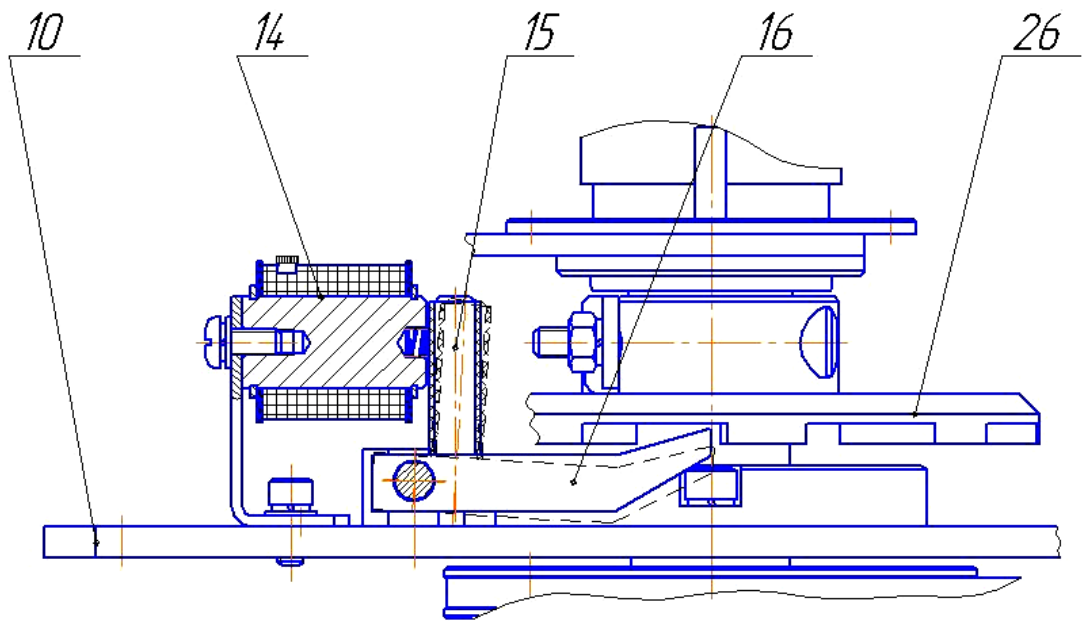

Рис.4
Механизм блокирования (см.рис.4) состоит из двух фланцевых электромагнитов (14), установленных на основании (10). Якоря магнитов (15) жестко соединены с рычагами (16), которые взаимодействуют с зубцами на нижней поверхности барабана (26). При отключенных электромагнитах рычаги опущены и не препятствуют вращению трипода. При включении электромагнита якорь притягивается к фланцу электромагнита, поднимая противоположный конец рычага и блокируя, тем самым, вращение барабана (а следовательно и трипода) в соответствующую сторону.